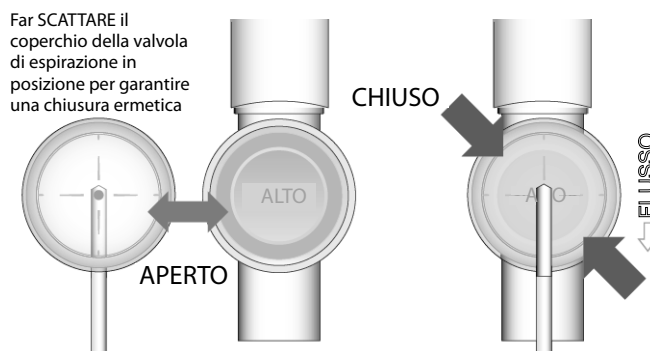

Figura D-3 Chiusura del coperchio della valvola di espirazione
3. Assestare di nuovo con attenzione il diaframma in silicone nella sede della valvola di espirazione. Picchiettare leggermente sul diaframma in silicone per far sì che non si creino piegature alla chiusura della valvola di espirazione. Vedere la Figura D-3.